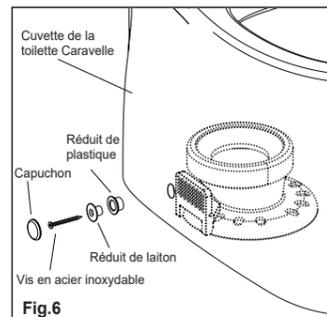
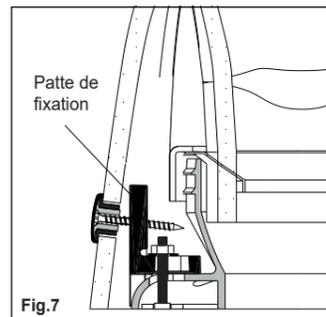

Fig.6
Fig.7
8. Insérer le réducteur de plastique et le réducteur de laiton dans les trous de fixation de la cuvette comme illustré à la fig. 6. Fixer les réducteurs à l'intérieur des trous de la patte de fixation à l'aide de vis en acier inoxydable, comme illustré à la fig 7. Couvrir les trous avec les capuchons.